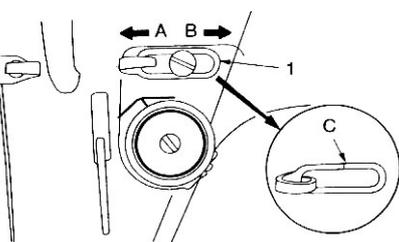

Fig. 22
16. AJUSTE DO GUIA FIO (FIG. 22)